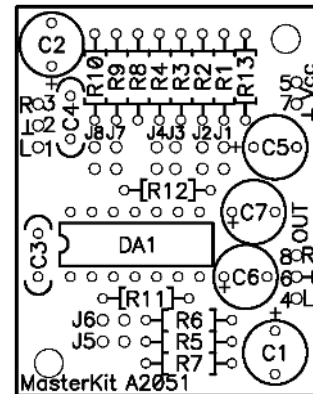

Рис.3 Расположение элементов на печатной плате
- отформуйте выводы компонентов и установите их на печатной плате (см. рис. 3);